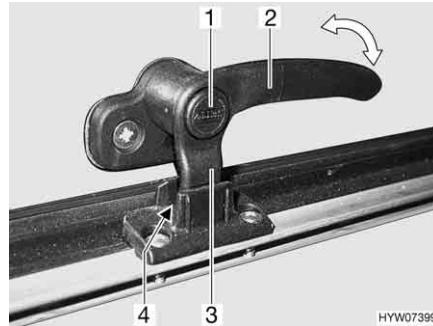

Fig. 34 Leva di serraggio (posizione "Aerazione continua")
- In posizione di "Aerazione continua" (Fig. 34)
- Premere il bottone di sicurezza (Fig. 34,1) e mantenerlo premuto.
- Ruotare la leva di serraggio (Fig. 34,3) di un quarto di giro verso il centro della finestra.
- Girare nuovamente all'indietro la leva di serraggio. Riportare contemporaneamente il nasello di chiusura (Fig. 34,3) della leva di serraggio nella rientranza della chiusura della finestra (Fig. 34,4).
- Rilasciare il bottone di sicurezza (Fig. 34,1).